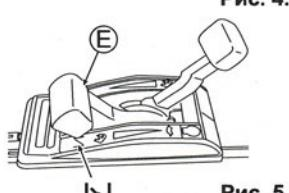

Рис. 5.
- Установите рычаг газа (E) в положение закрытой заслонки "||". (См. рис. 5.) (Двигатель можно запустить, установив рычаг в положение "||", когда двигатель теплый.)